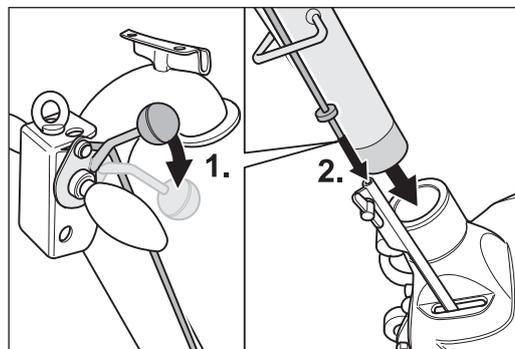

Abb. 2 Beim Einstecken des Führungsrohrs muss das Ablassgestänge richtig eingefädelt werden!
- 2 Drücken Sie den Ablasshebel nach unten, stecken Sie das Führungsrohr in die Gehäuseöffnung und gleichzeitig das Ablassgestänge in das Gestängeunterteil des Maschinengehäuses (Abb. 2).